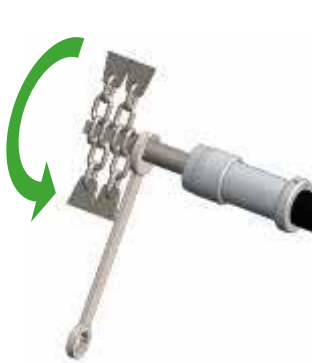

Fig.1A
- 1- Bloccare l'albero di trasmissione del rotore utilizzando una chiave piatta da 15. (Fig.1A).